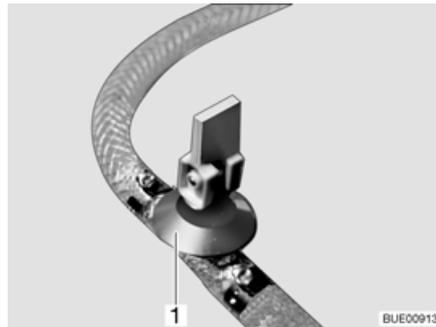

Bild 194 Ablasshahn (mit Kipphebel)
- Alle Ablasshähne öffnen. Dazu den Kipphebel des Ablasshahns (Bild 194,1) senkrecht stellen.